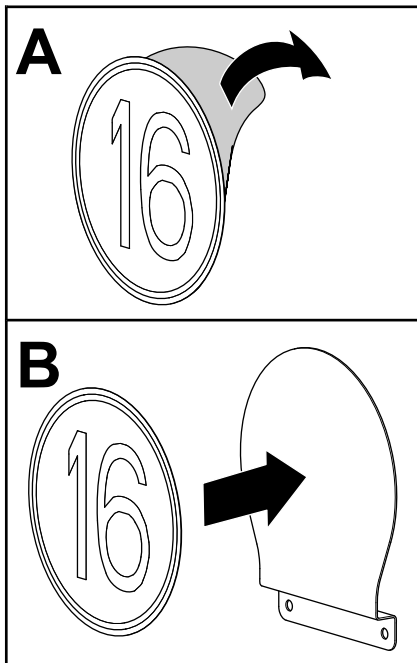

Bild 49
1. Entfernen Sie das Trägermaterial vom Geschwindigkeitsaufkleber (Bild 49).
2. Fluchten Sie den Aufkleber mit dem Geschwindigkeitsschild aus, wie in Bild 49 abgebildet.